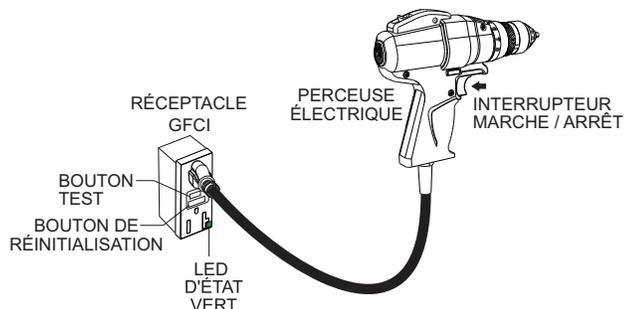

Figure 70. Test de la prise de courant GFCI
4. Branchez un outil électrique dans la prise GFCI, par exemple une perceuse électrique (Figure 70). Appuyez sur l'interrupteur ON/OFF de la perceuse et vérifiez que la perceuse s'allume.